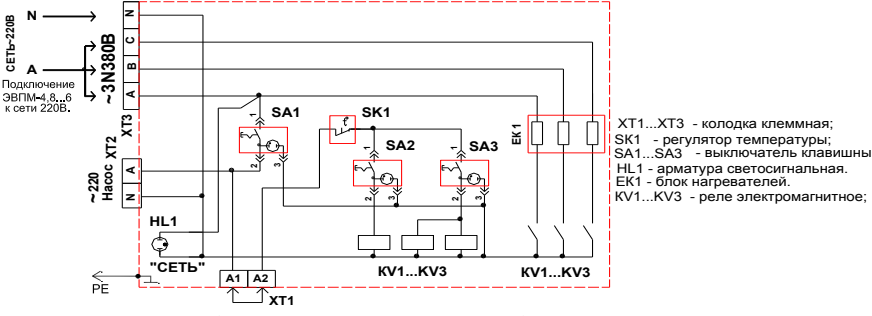

Рис. 3 ЭВПМ-4,8...12(3 реле, 3 нагревателя) Схема электрическая принципиальная.
6.7. Система с естественной циркуляцией (рис. 3) зависима от расположения водонагревателя (котла) и требует монтажа труб большого диаметра. Водонагреватель, с целью улучшения условий циркуляции воды в системе отопления, необходимо установить так, чтобы его нижний патрубок был ниже радиаторов отопления (нижней точкой всей системы отопления), что выполнить не всегда удастся.